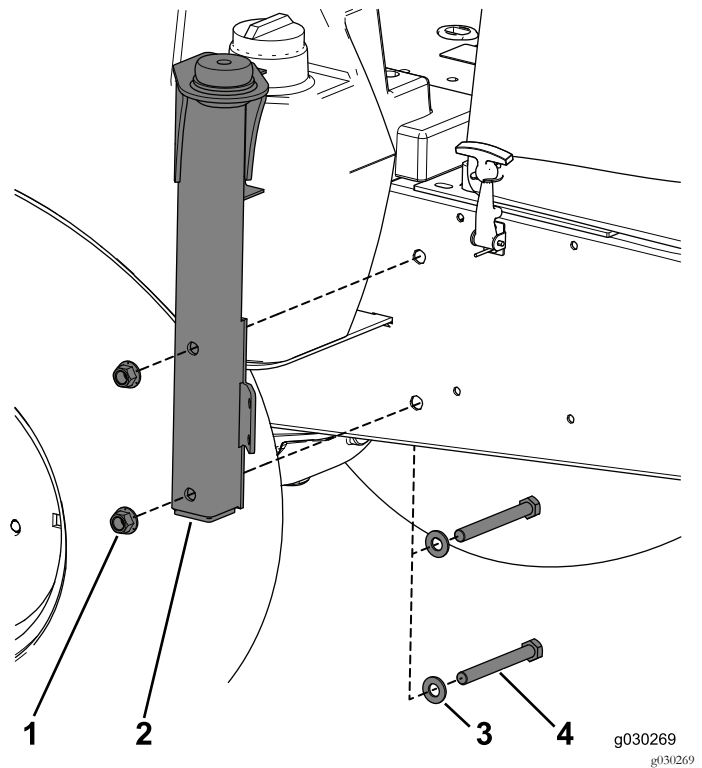

Figura 15
1. Fixe a montagem esquerda à máquina utilizando 2 parafusos (½ pol. x 4½ pol.), 2 anilhas pequenas e 2 porcas de bloqueio (Figura 15).